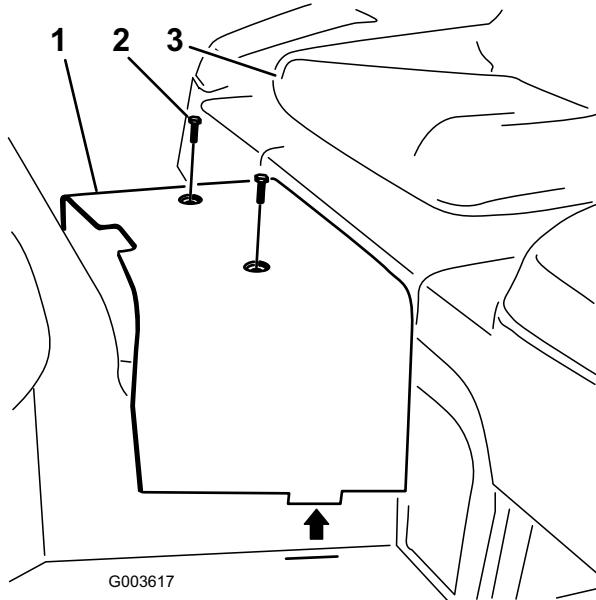

図 2
- センター・シュラウドをフレームに固定しているソケット・ヘッド・ネジを外す（図 2）。シュラウドを取り外して保管する。